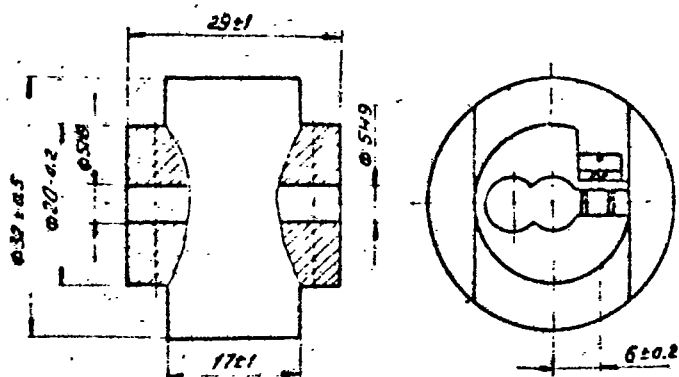

Рис.3. Габаритные и присоединительные размеры муфты
2.2.6. Габаритные, установочные и присоединительные размеры преобразователя и муфты приведены на рис.1, рис.2 и рис.3.